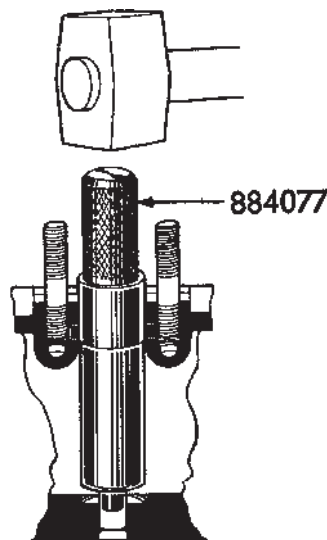

Fig. 8. Ipressning av spridarhylsa
2. Placera spridarhylsan på dorn nr 884077 och olja in hylsan utvändigt. För ned dornen med hylsan i hålet i cylinderlocket allt under det att verktyget med hylsan vrids med- eller moturs. Så snart den klenare delen av hylsan fått styrning drivs den i läge med dornen och en hammare, fig. 8.